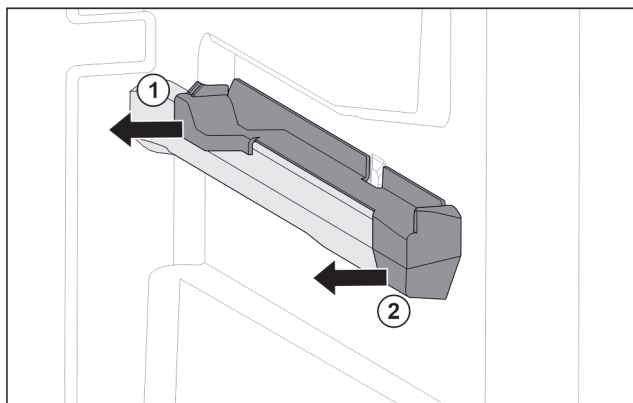

Fig. 124 Natični dio na desnom žlijebu spremnika
- ▶ Skinite natični dio straga u stranu. Fig. 124 (1)
- ▶ Skinite natični dio sprijeda u stranu. Fig. 124 (2)